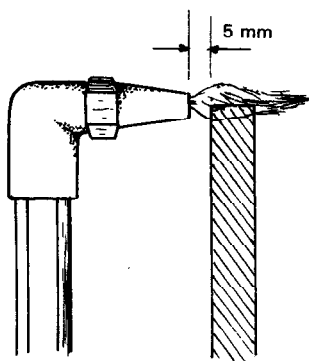

Figura 1.47
- a) Acerque la boquilla del soplete al extremo del trazo de corte, aproximadamente 5 mm (Figura 1.47).